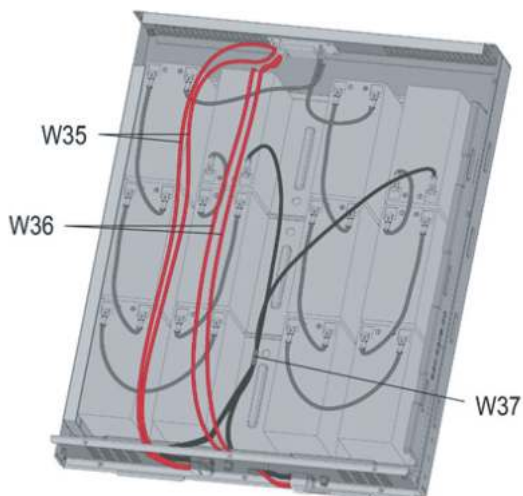

Рис. 2-9
(2) Подключите провод аккумулятора (w35, w36, w37) в соответствии с Рис. 2-9.